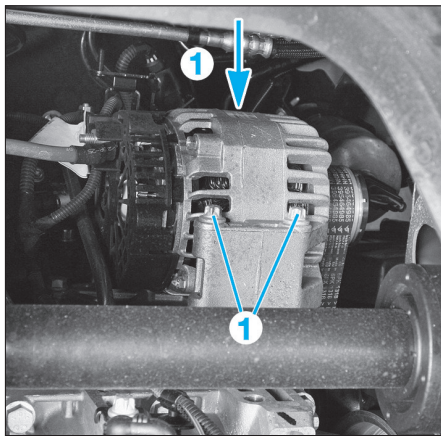

FIG. 2
- Déposer les vis (1) (Fig.2).